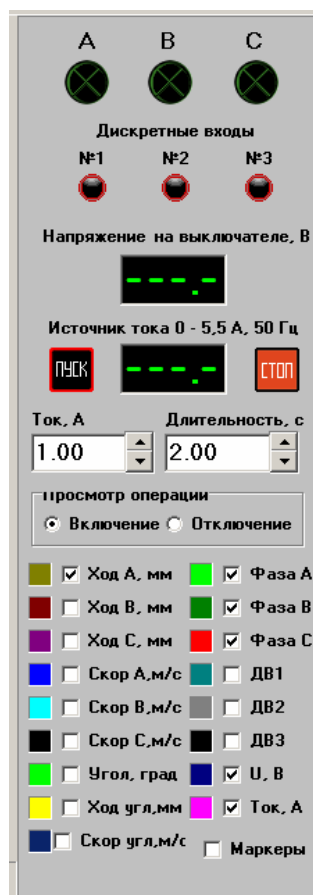

Рисунок 12
9.5 Информационное Поле (рисунок 12) в верхней части имеет элементы индикации состояния фаз и дискретных входов. Программный вольтметр, показывает действующее значение переменного, пульсирующего или постоянного напряжения.